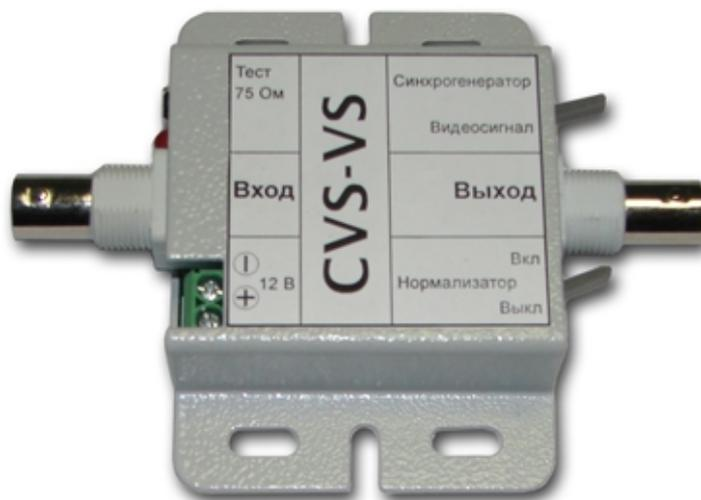
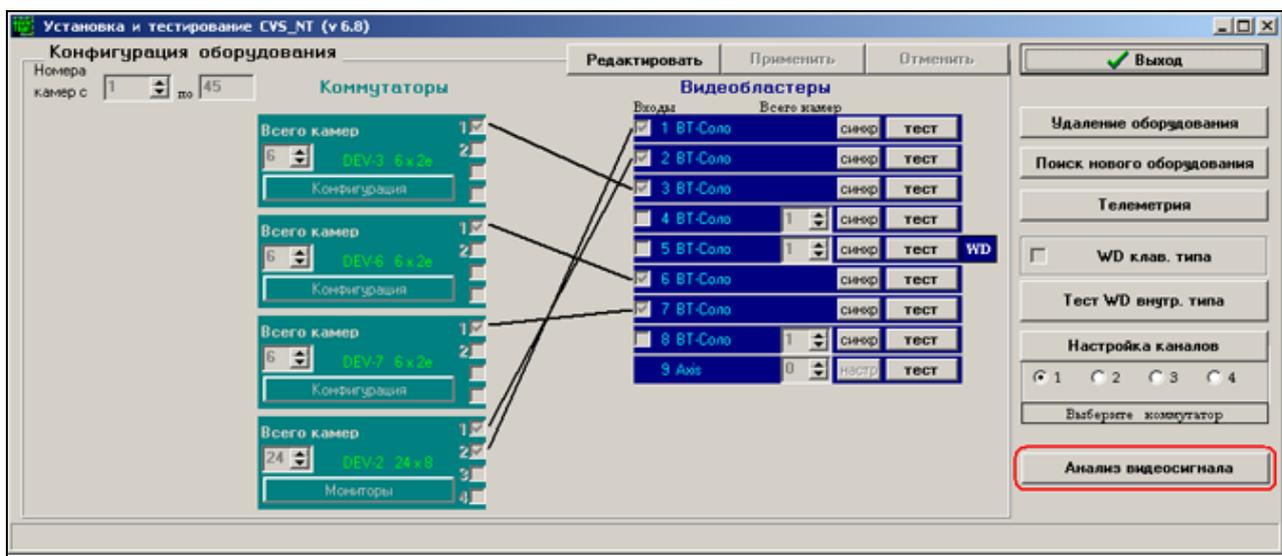
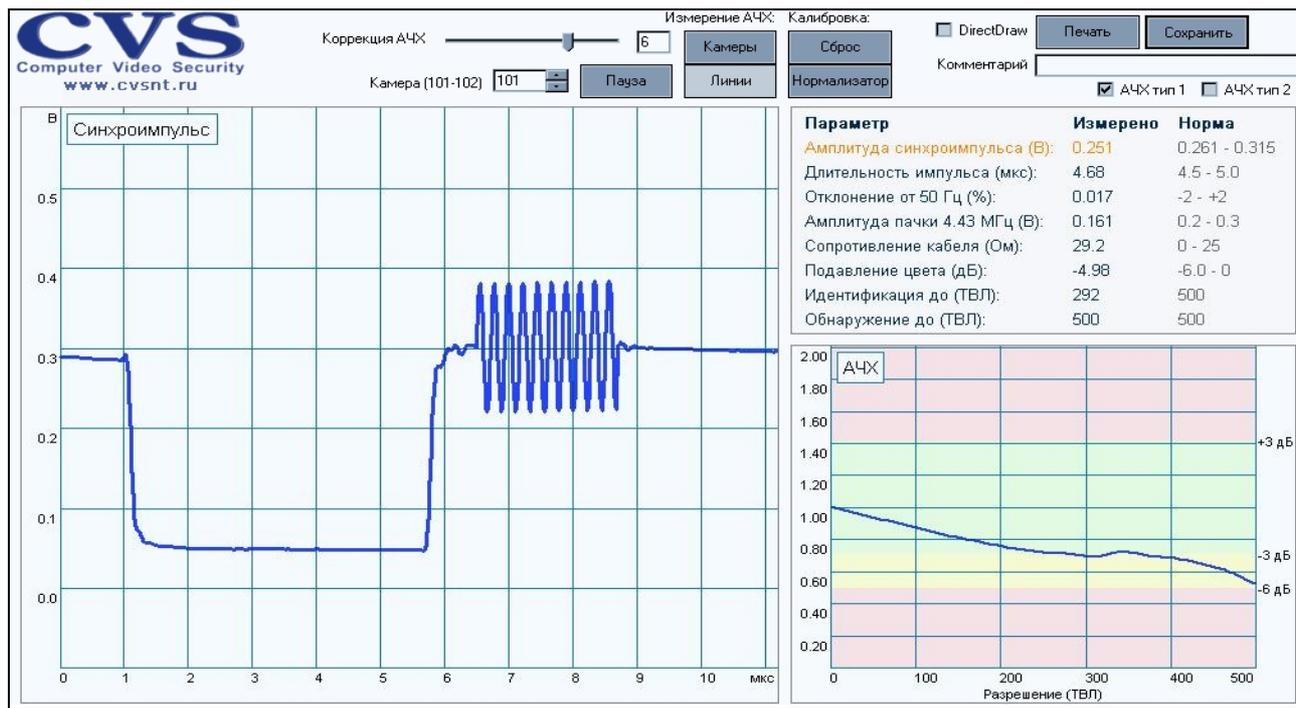
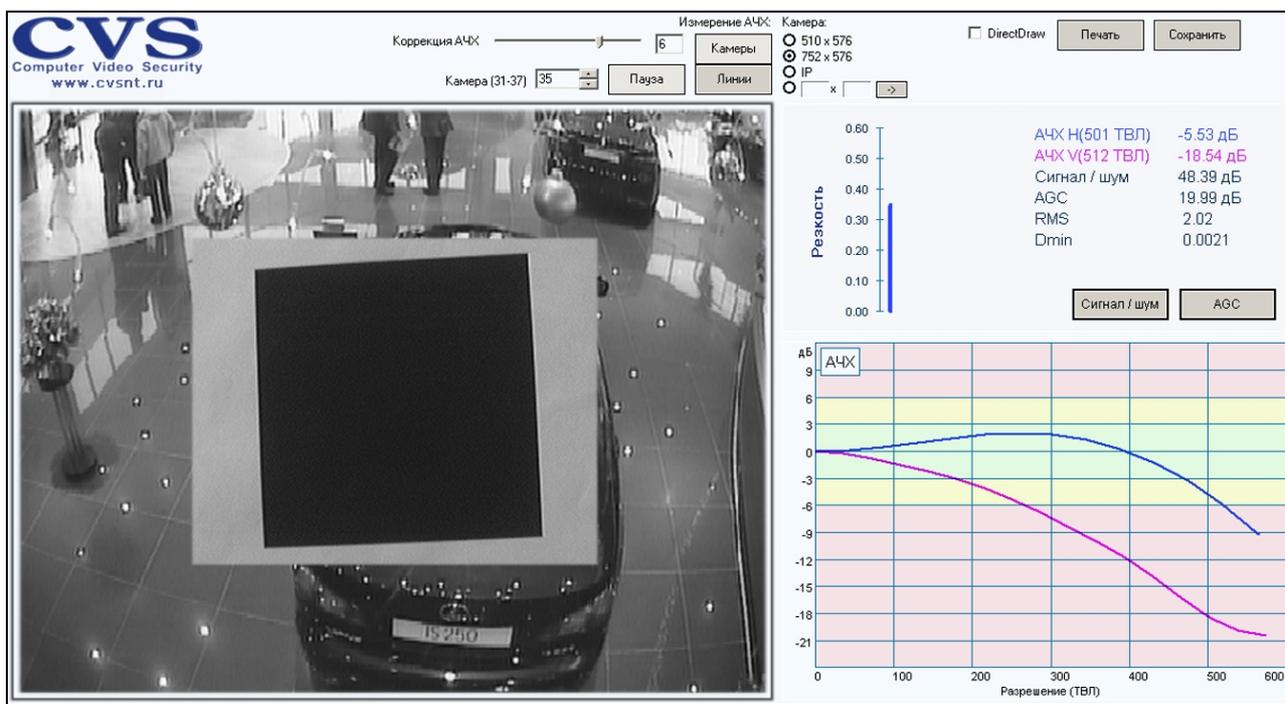

Рис.1. «Видеоскоп CVS-VS».
Рис.2. «CVSTest с включенной функцией «Анализ видеосигнала».
Рис.3. «Анализатор видеосигнала».
Рис.4. «Измерение разрешения камеры».
Видеоскоп, состоит из внешнего устройства (Рис.1) и программы, включенной в состав CVSTest, как одна из функций под названием «Анализ видеосигнала» (Рис.2).
Устройство имеет два переключателя: «**Синхрогенератор/Видеосигнал**» и «**Нормализатор Вкл./Выкл.**», а так же включаемую/отключаемую нагрузку на входе 75 Ом (*Рис. 1*).
Для запуска программы анализа видеосигнала на главной закладке **CVSTest** необходимо нажать клавишу «**Анализ видеосигнала**» (Рис.2). При этом появится отдельное окно (Рис.3).
Установите значение параметра «**Коррекция АЧХ**» (Рис. 3) в положение **6** (стандартная характеристика АЦП Vt878A).
В скобках после слова «**Камера**» (Рис.3) указываются номера камер в системе. Кнопками «больше» - «меньше» задайте требуемый номер камеры.
Нажмите кнопку «**Линии**» - на экране компьютера появится изображение синхроимпульса (Рис.3). Если необходимо приостановить измерение – нажмите кнопку «**Пауза**».
На осциллограмме (Рис.3) представлен пример синхроимпульса и цветовой пачки синхронизации (присутствует только у цветных камер) при прохождении видеосигнала через 100м кабеля RG59.
Установив значение параметра «**Коррекция АЧХ**» (Рис. 3) в положение **7** и включив нормализатор видеосигнала, потери, как по амплитуде синхроимпульса, так и по разрешению (или по частоте) в нашем примере будут скомпенсированы практически полностью (Рис.4). После такой коррекции для данной кабельной трассы разрешение практически будет определяться только разрешением камеры и разрешением устройства видеоввода.
Исходно устройство **Видеоскоп** прокалибровано. Возврат к исходным калибровкам осуществляется нажатием кнопки «**Сброс**» (Рис. 3). При необходимости можно прокалибровать устройство более точно (улучшение до нескольких процентов).
Для перехода в режим измерения параметров камеры нажмите кнопку «**Камеры**» (Рис.4).
2. Расположите камеру на одном уровне с квадратом и направьте ее на центр квадрата. Квадрат на изображении должен быть наклонен под небольшим углом (5 -10 градусов) по отношению к полю зрения камеры. Размеры квадрата на изображении должны составлять от 1/2 до 1/3 от поля зрения камеры по горизонтали (Рис. 4).